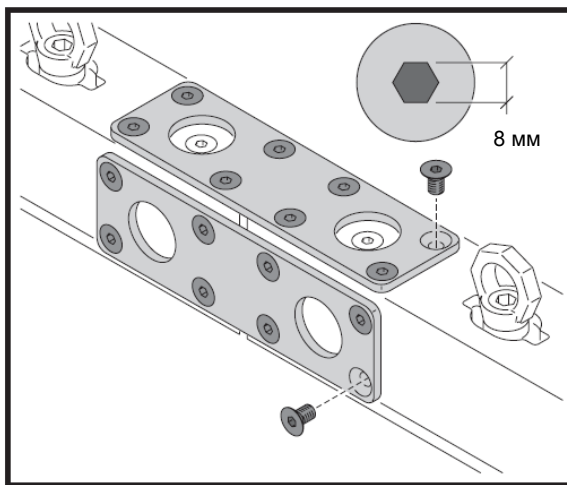

Рисунок 8: Поперечины для соединительных скоб контактных блоков
1. См. рисунок 8. Скрепить двойные или тройные контактные блоки с помощью соединительных пластин: одну расположить сверху и другую — спереди контактных блоков, при этом каждую пластину закрепить восемью 8-мм винтами с шестигранным отверстием в головке M12, входящими в комплект поставки контактного блока (т. е. в общей сложности шестнадцать болтов). Применять специальные болты, поставляемые Martin.